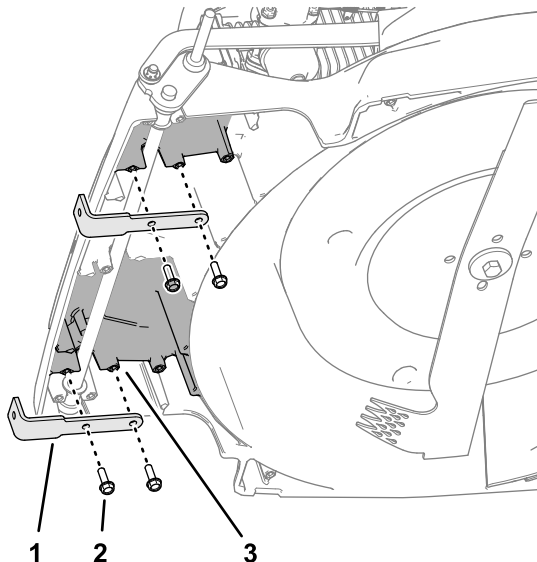

Рисунок 8
- Совместите отверстия в нижнем кронштейне щетки с отверстиями в опоре уборочной механической щетки на деке газонокосилки, как показано на Рисунок 8.
- Прикрепите нижний кронштейн щетки к опоре уборочной механической щетки (Рисунок 8) с помощью 2 самонарезающих винтов с фланцевыми головками (6 x 20 мм).